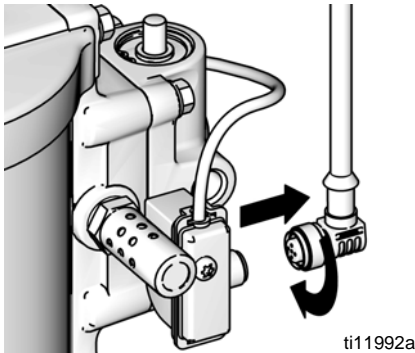

FIG. 11. Débranchement du DataTrak
- Dévissez le câble de l'arrière de l'ensemble de commutateurs à lame. Consultez la FIG. 11.